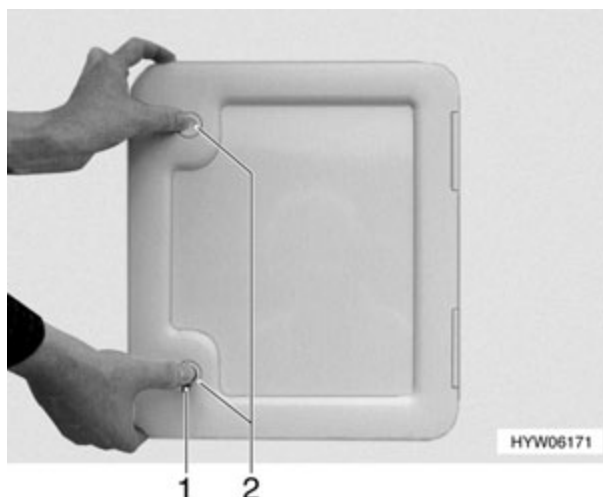

Fig. 182 Apertura de la trampilla de evacuación Thetford
- Abrir el cierre a presión (Fig. 182,1) con la llave.
- Pulsar simultáneamente las dos cerraduras de presión (Fig. 182,2) y abrir la trampilla de evacuación Thetford.